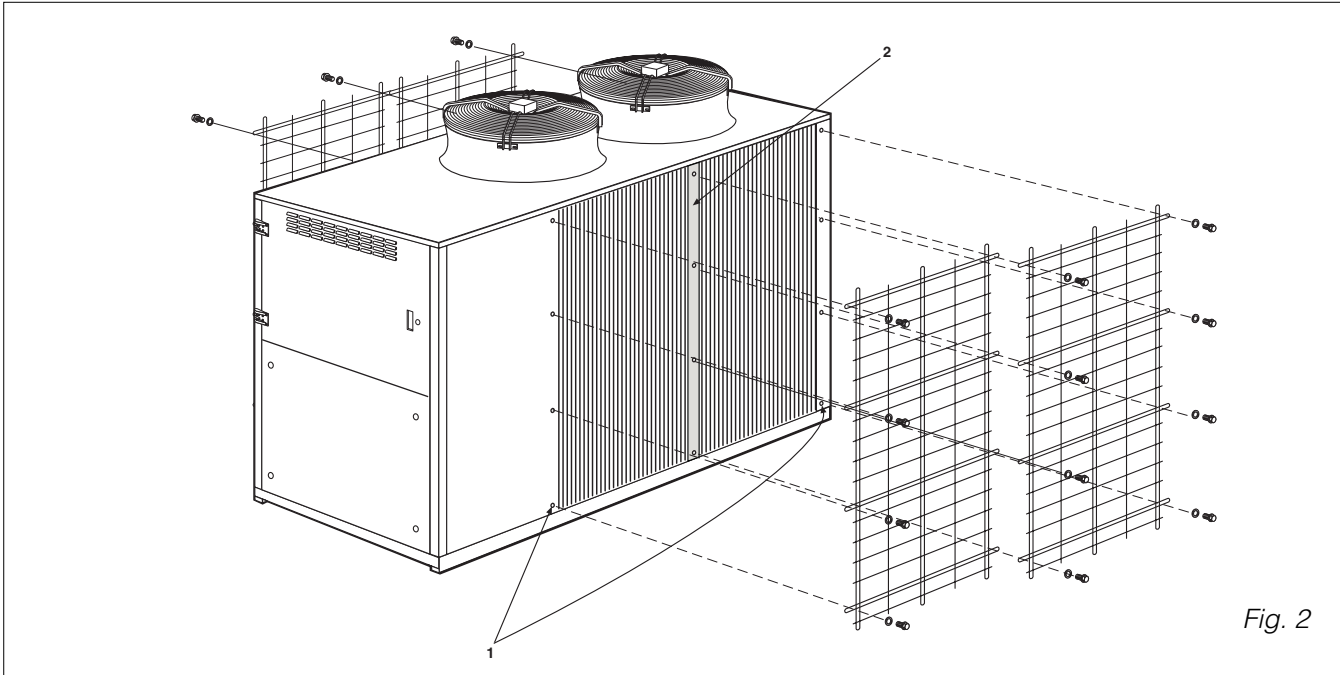

Fig. 2
- Svitare le 8 viti per lato (4 sulla fiancata anteriore e 4 sulla fiancata posteriore, 1 fig 2 ) presenti sulla fiancata della macchina.
- Dévisser les 8 vis par côté (4 sur le montant antérieur et 4 sur le montant postérieur, 1 fig 2 ) se trouvant sur le montant de la machine.
- Unfasten the 8 screws on each side (4 at the front and 4 at the back, 1 fig 2 ) on the sides of the machine.
- Die 8 Schrauben auf der Seitenwand der Maschine (4 auf der vorderen und 4 auf der hinteren Seitenwand, 1 Abb. 2 ) abnehmen.
- aflojar los 8 tornillos por lado (4 en el lado anterior y 4 en el lado posterior, 1 fig 2) presentes en el lateral de la máquina.